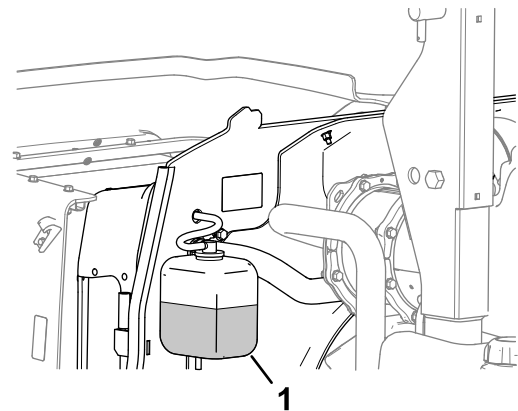

Figura 64
1. Compruebe el nivel de refrigerante en el depósito de expansión (Figura 64).